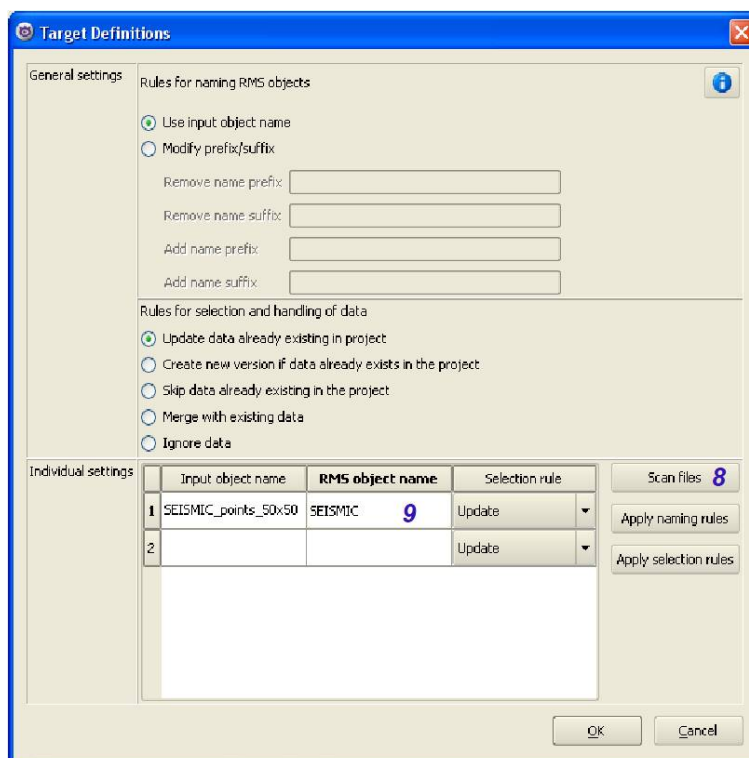

Рисунок 1.12 – Панель *Target definition*
В данной панели (рис. 1.12) Вы можете настроить различные правила, определяющие имена, с которыми данные загружаются в проект, а также их взаимодействие с уже имеющимися данными в проекте. Кликните на кнопку *Scan files* (8).